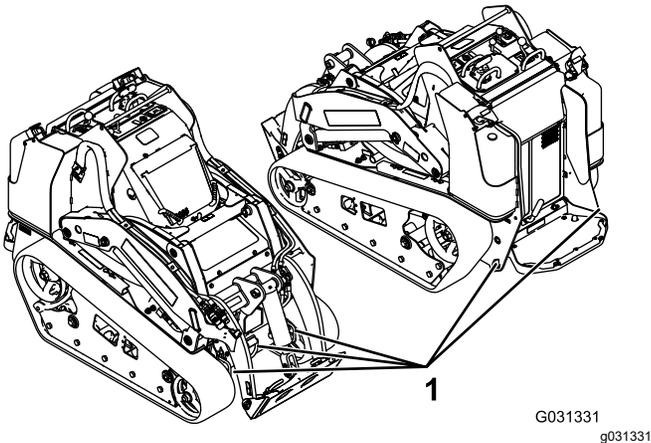

Figura 29
8. Use los puntos de amarre metálicos de la máquina para amarrar firmemente la máquina al remolque o camión con correas, cadenas, cables o sogas (Figura 29). Consulte la normativa local respecto a los requisitos de amarre.